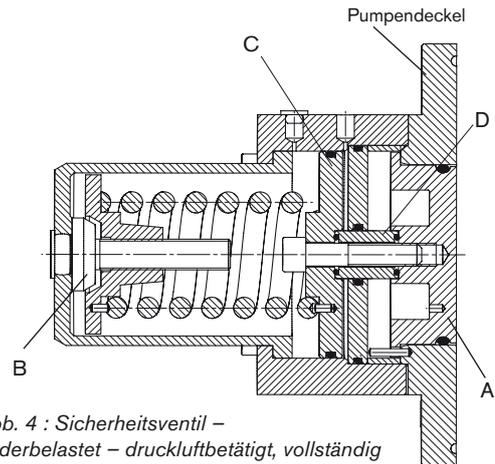

Abb. 4 : Sicherheitsventil – Federbelastet – druckluftbetätigt, vollständig geschlossen
Abb. 4 und 5 zeigen den Aufbau des druckluftbetätigten Sicherheitsventils. Der Ventilkopf (A) ist auf der einen Seite dem hydrostatischen Druck im Rotorgehäuse und auf der anderen Seite der Federkraft ausgesetzt. Die Feder wirkt nicht direkt, sondern über Kolben (C) und Abstandshülse (D) auf den Federkopf (A) ein.
Abb. 4 zeigt das Sicherheitsventil in vollständig geschlossenem Zustand. Der Ventilkopf (A) schließt mit der Frontseite des Pumpendeckels bündig ab, und der CIP/SIP-Ventilzylinder ist vollständig entlastet.